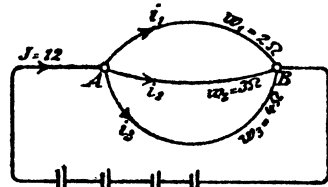

Fig. 11.
76. Ein Strom von 12 [18] (100) A teilt sich im Punkte A (Fig. 11) in drei Zweige, deren Widerstände $w_1 = 2 \Omega$, $w_2 = 3 \Omega$ und $w_3 = 4 \Omega$ sind. Gesucht: